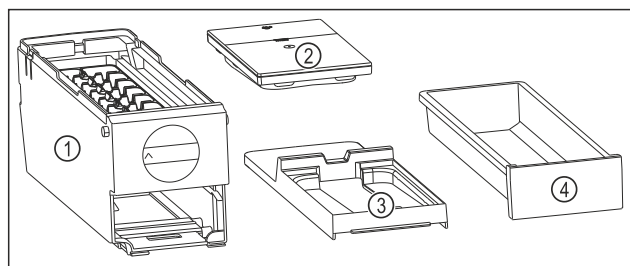

Fig. 179 Composants de l'EasyTwist-Ice
- L'EasyTwist-Ice est démonté en quatre parties. (voir Fig. 179)
- Ne démonter l'EasyTwist-Ice que de la manière illustrée. (voir Fig. 179)
- Nettoyer le corps de l'EasyTwist-Ice Fig. 179 (1) dans son ensemble.